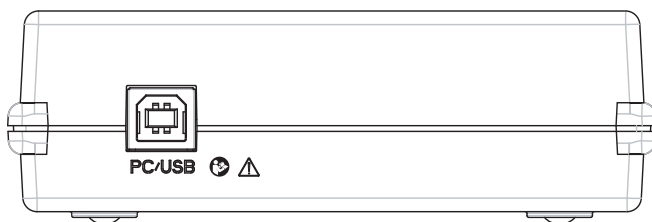

図 1
- ・ 付属のUSBケーブルを使用して、HI-PRO 2の背面のUSBコネクタを、PCのUSBポートに接続します。図1を参照してください。